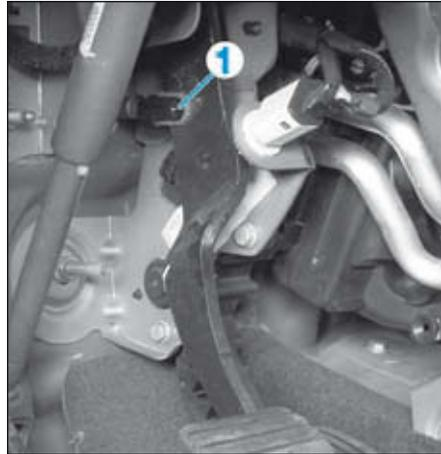

FIG.15
- Déposer l'anneau d'arrêt de l'axe de commande (1) du servofrein sur la pédale de frein (Fig.15).